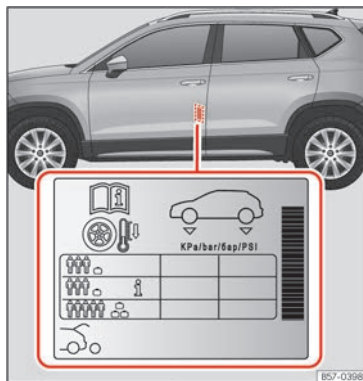

Abb. 217 Einbauort des Aufklebers für den Reifendruck.
- Passen Sie bei größerer Zuladung den Reifendruck entsprechend an »» **[Abb. 217]**.
Die Angaben zum Reifenfülldruck befinden sich auf dem Aufkleber an der Fahrertürsäule »» (Abb. 217).
Der Reifendruck muss der aktuellen Fahrzeugbelastung angepasst werden. Wenn das Fahrzeug voll beladen werden soll, muss der Reifenfülldruck entsprechend dem auf dem Reifenfülldruck-Aufkleber angegebenen maximalen Wert erhöht werden »» (Abb. 217).
Füllen Sie bei einem minimierten Notrad (125/70 R16 oder 125/70 R18) auf einen Druck von 4,2 bar, gemäß Angabe auf dem Aufkleber mit den Reifendruckwerten »» (Abb. 217).
Je nach Fahrzeug kann der Reifenfülldruck auf halbe Last eingestellt werden, um den Fahrkomfort zu verbessern (Reifenfülldruck »» (Abb. 217)). Beim Fahren mit Komfort-Reifendruck kann sich der Kraftstoffverbrauch leicht erhöhen.
- Der Fahrer ist verantwortlich für den richtigen Reifenfülldruck an allen Reifen am Fahrzeug. Der empfohlene Reifenfülldruck befindet sich auf einem Aufkleber »» (Abb. 217).
- Immer den richtigen Reifenfülldruck am kalten Reifen einhalten, wie auf dem Aufkleber angegeben »» (Abb. 217).